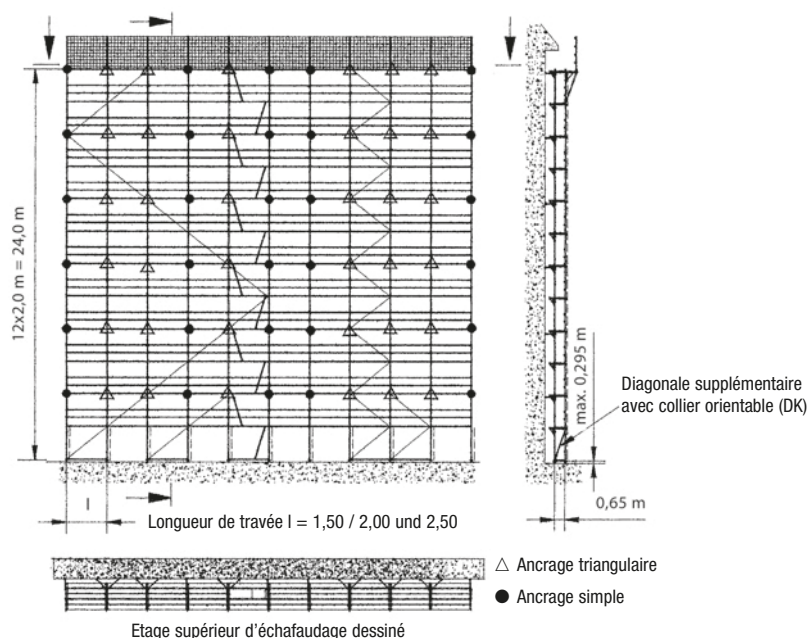

Figure 20
- Montage ultérieur comme représenté à la figure 20 (y compris filets)